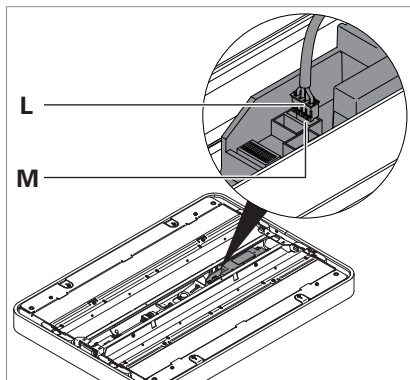

Fig. 10: Raccorder la tête du luminaire, partie 1.
- Raccordez la fiche **L** au connecteur femelle **M** "Tastm.", de la tête du luminaire, voir Fig. 10.